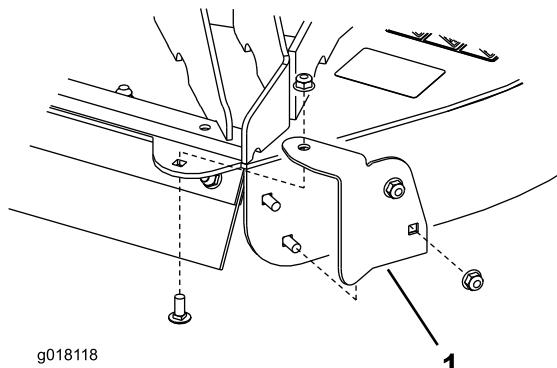

図 12
8. 右側フットシールドの側面を、カッティングデッキの右後角部に仮止めする； $5/16 \times 3/4$ インチのキャリッジボルト 2 本とフランジナットを使用する。ボルトは内側から差し込むこと。シールドは図 12 のように組み付ける。
9. フットシールドの上部を、カッティングデッキに仮止めする； $5/16 \times 3/4$ インチのキャリッジボルト 1 本とフランジナットを使用する（図 12）。ボルトは内側から差し込むこと。